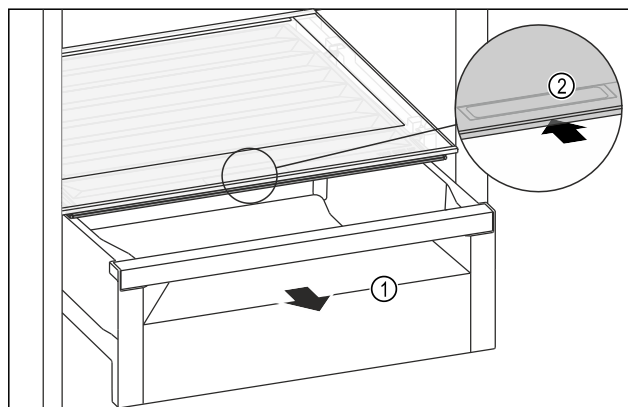

Fig. 140
- ▶ Wyciągnąć szufladę Fig. 140 (1).
- ▶ Chwycić uchwyt wpuszczany *Fig. 140 (2)* na pokrywie komory i przesunąć pokrywę jednocześnie do tyłu.